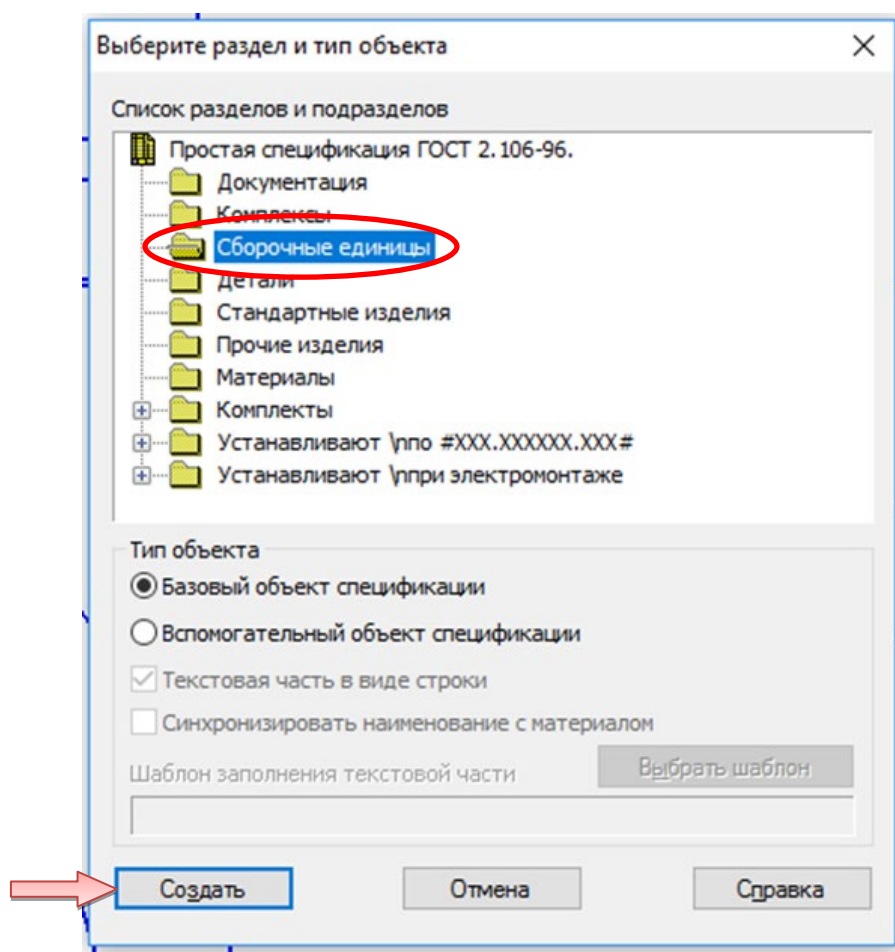

Рис. 4.75. Выбор раздела и типа объекта
- В открывшемся окне выбираем «Сборочные единицы» (рис. 4.75).